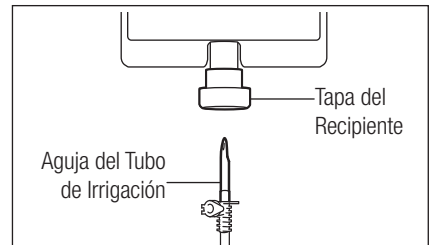

Fig.11
- 1) Introduzca la Aguja del Tubo de Irrigación en la Tapa del recipiente (Fig. 11).